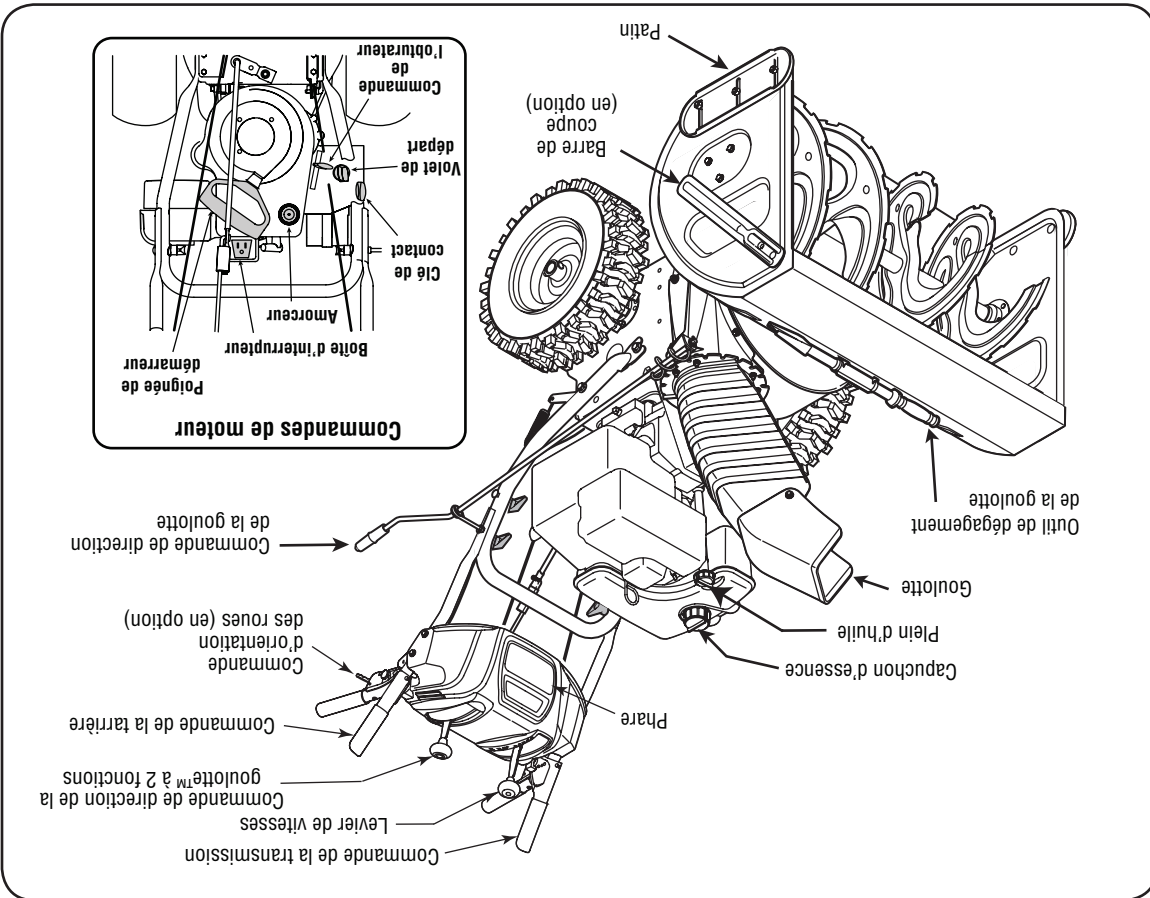

Figure 14
- Placez le levier de vitesses à la sixième (6e) position. Voir la Figure 14.